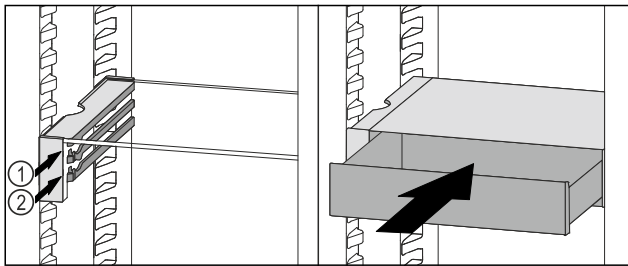

Fig. 109
- ▶ Așezați sertarul VarioSafe în spatele opritoarelor pe nervura dorită Fig. 109 (1) sau Fig. 109 (2).